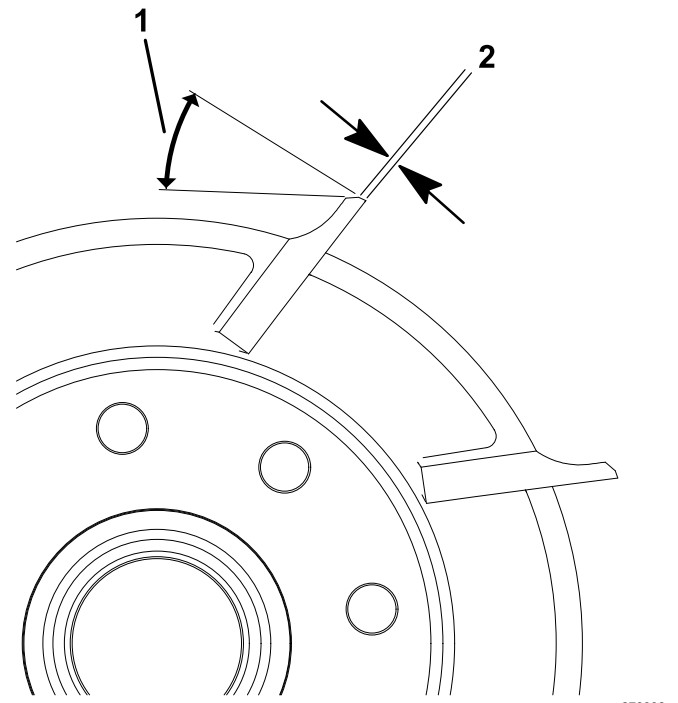

Figure 19
1. Créez un angle de dépouille de 30 degrés sur toutes les lames de cylindre jusqu'à obtention d'une facette de 0,76 à 1,27 mm de largeur (Figure 19).